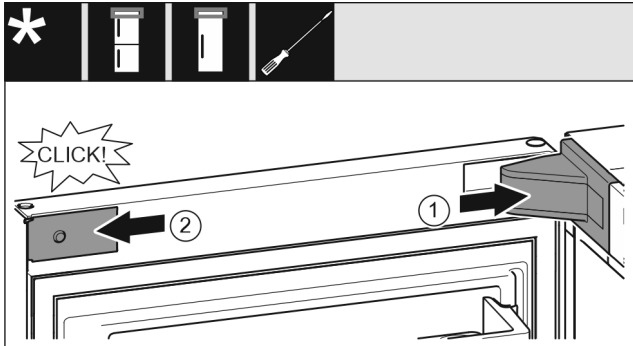

Fig. 21
- ▶ 放上并插入托架盖 Fig. 21 (1)，如有必要小心地按压分开。
- ▶ 将隔板 Fig. 21 (2) 放置到侧面并插入。